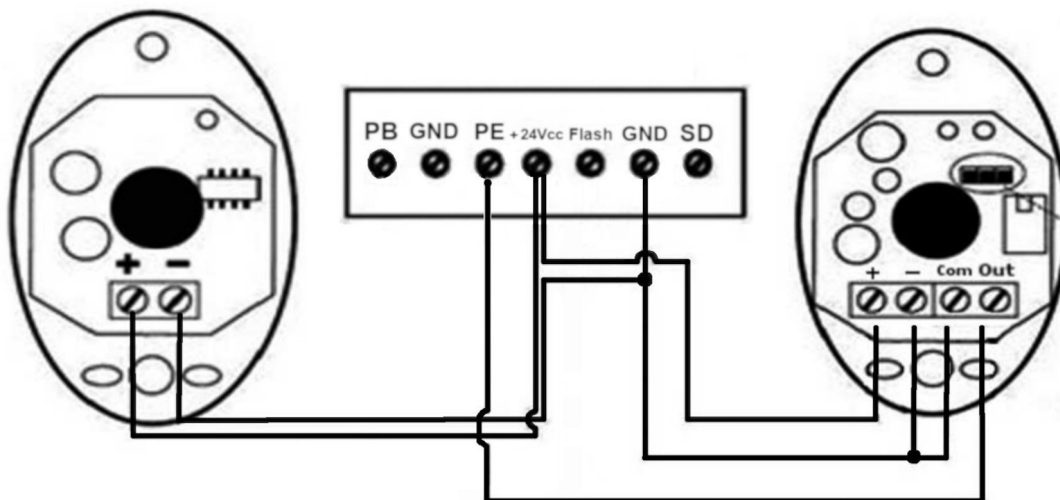

Fig.61
Las fotoceldas infrarrojas utilizan el contacto normalmente cerrado y debe estar conectado como se indica en la Fig.60 y Fig.61.
9.4.-Conexión de las Fococeldas (Opcional), (Fig.61)